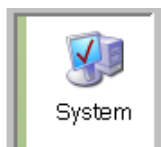

FIG. 123
2. Haga doble clic en el icono de sistema (FIG. 123).